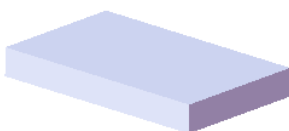
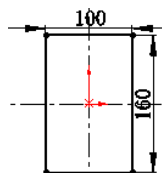

图 17.8.3 凸台一拉伸 1
图 17.8.4 横断面草图
Step2. 创建图 17.8.3 所示的零件基础特征——凸台一拉伸 1。
(1) 选择命令。选择下拉菜单 **插入(I)** → **凸台/基体(B)** → **拉伸(E)...** 命令。
(2) 定义特征的横断面草图。选取前视基准面作为草图平面，绘制图 17.8.4 所示的横断面草图。
(3) 定义拉伸深度属性。采用系统默认的拉伸方向。在“拉伸”对话框 **方向1** 区域的下拉列表中选择 **给定深度** 选项，输入深度值 20.0。
(4) 单击 按钮，完成凸台一拉伸 1 的创建。